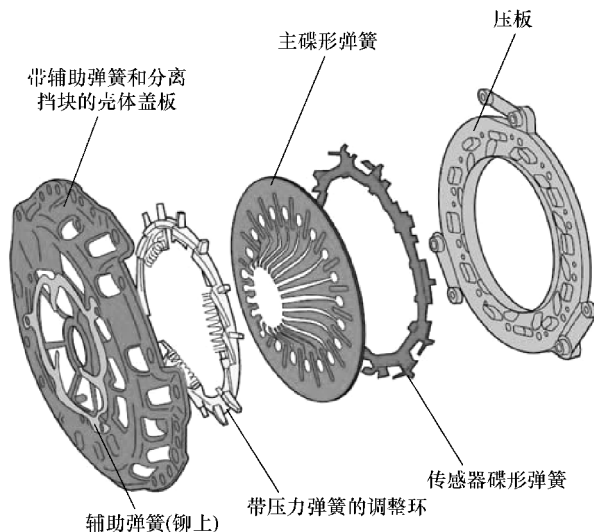

图 3-4 SAC 离合器结构
1) 传感器碟形弹簧。2) 带斜面(楔子)和压力弹簧的调整环。3) 带斜面压花和压力弹簧导向片的壳体盖板。4) 分离行程挡块(集成在壳体盖板中)。5) 辅助弹簧(与壳体盖板铆接在一起)如图 3-4 所示。